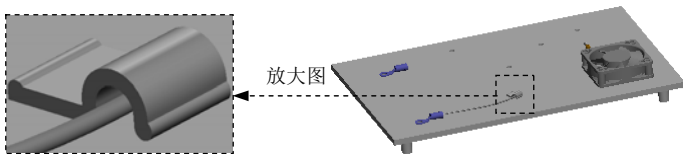

图 11.8.43 添加线夹 1
Step1. 添加线夹 1。打开设计库中的 routing\electrical 文件夹，选择“richco_hurc-4-01-clip.”线夹为拖放对象；将线夹拖放到底板上的圆孔处，调整后的结果如图 11.8.43 所示。